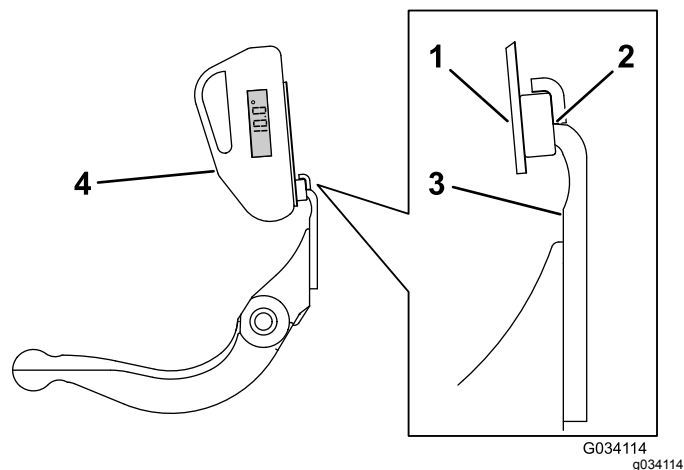

Рисунок 25
- Установите крепление индикатора угла на кромке неподвижного ножа так, чтобы кромка магнита совпала с кромкой неподвижного ножа (Рисунок 25).
- Установите индикатор угла на крепление, как показано на Рисунок 25.